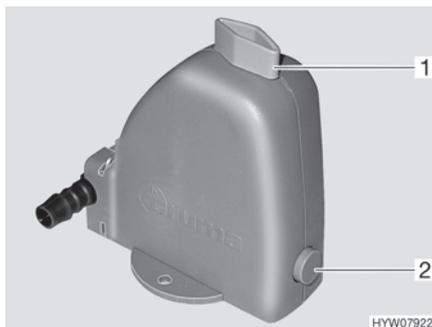

Fig. 96 Válvula de seguridad/purga
La calefacción está equipada con una válvula de seguridad/purga (Fig. 96). La válvula de seguridad/purga evita que el agua para la preparación de agua caliente se congele cuando no esté conectada la calefacción en caso de congelación.
- Cerrar la válvula de seguridad/purga. Para ello, girar el botón giratorio (Fig. 96,1) a la posición transversal en referencia a la válvula de seguridad/purga y hundir el botón (Fig. 96,2).
- Abrir la válvula de seguridad/purga. Para ello, girar el botón giratorio (Fig. 96,1) a la posición longitudinal en referencia a la válvula de seguridad/purga. El botón (Fig. 96,2) salta hacia fuera. El depósito de agua sanitaria se vacía hacia fuera a través de la válvula de seguridad/purga.